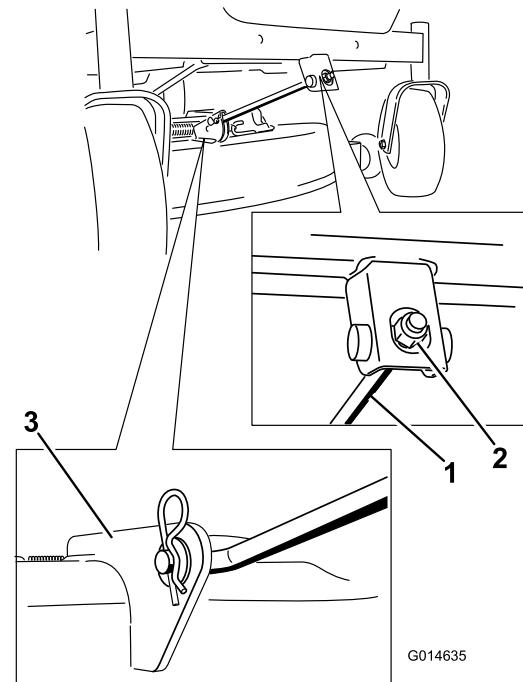

Figure 53
- Retirez la goupille fendue de la tige de support avant et déposez la tige du support de tablier (Figure 53). Abaissez doucement l'avant du tablier de coupe au sol.
6. Fixez la tige de support avant au tablier de coupe à l'aide de l'axe de chape et de la goupille fendue (Figure 53).